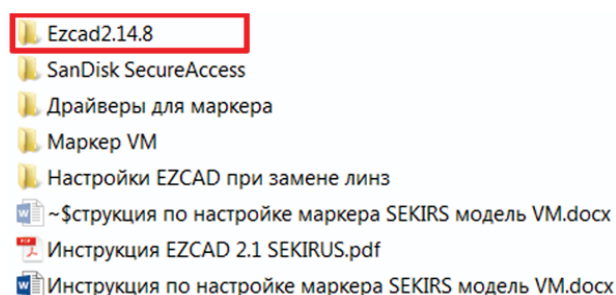

Рисунок 9
- открыть папку расположения исполняющего файла программы EzCad2 и запустить его рисунок 9, 10.